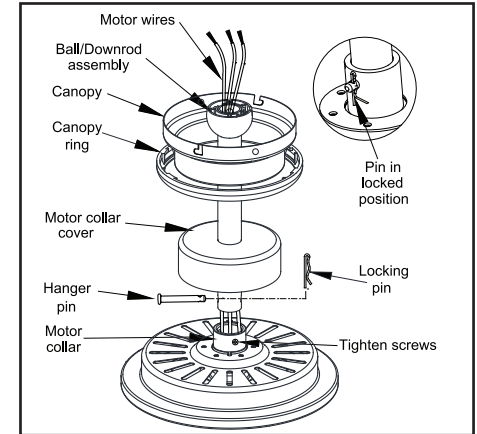

Figura 7
4. Inserta los cables que salen por la parte superior del motor del ventilador, a través de la cubierta decorativa del collarín del motor y enseguida por el aro de la cubierta. Asegúrate de que las ranuras queden en la parte superior. Inserta los cables a través de la cubierta y enseguida a través del conjunto del tubo bajante y bola. (Figura 7)
6. Alinea los orificios en la parte inferior del tubo bajante con los del collarín en la parte superior de la carcasa de motor. (Figura 7) Inserta con cuidado el pasador de soporte a través de los orificios del collarín y del tubo bajante. Ten cuidado de no apretar contra el cableado dentro del tubo bajante. Inserta el pasador de cierre en el orificio cercano al extremo del perno hasta que encaje en su posición, como se muestra en el círculo de la Figura 7.